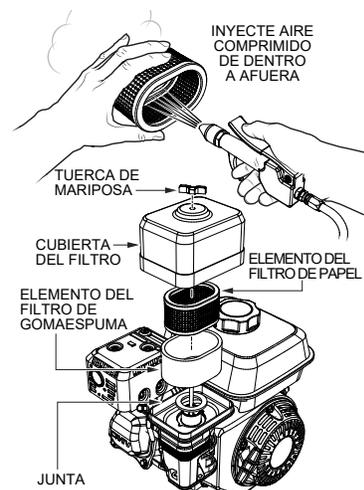

Figura 20. Engine Air Cleaner
1. Quite la cubierta del depurador de aire y el elemento del filtro de espuma según se muestra en la Figura 20.
2. Golpee el elemento del filtro de papel (Figura 20) varias veces sobre una superficie dura para quitar la suciedad, o inyecte aire comprimido (no se debe exceder 30 psi (207 kPa, 2,1 kgf/cm²) por el elemento del filtro desde el lado de la caja del depurador de aire. No retire NUNCA la suciedad cepillando. El cepillado forzaría la suciedad dentro de las fibras. Reemplace el elemento del filtro de papel si está excesivamente sucio.